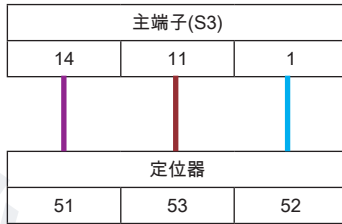

图27. 定位器安装端子图 ( 8 kN+ )
- 8 kN+：将电位计线束的芯线连接到主端子导轨（图27），并将电位计插头连接到定位板上的电位计插座，关于产品组装定位，请参阅图25《定位板的安装》。电位计线束应穿过定位板的中心，如图所示
- 8 kN+：如图27《定位器安装端子图（8+ kN）》所示，连接DE线束